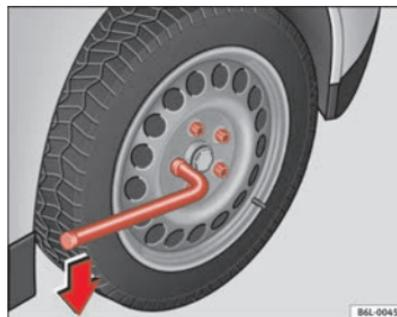

Abb. 127 Radwechsel: Radschrauben lockern
- Greifen Sie das Ende des Radschlüssels und drehen Sie die Schraube etwa eine Umdrehung nach **links** ⇒ Abb. 127.